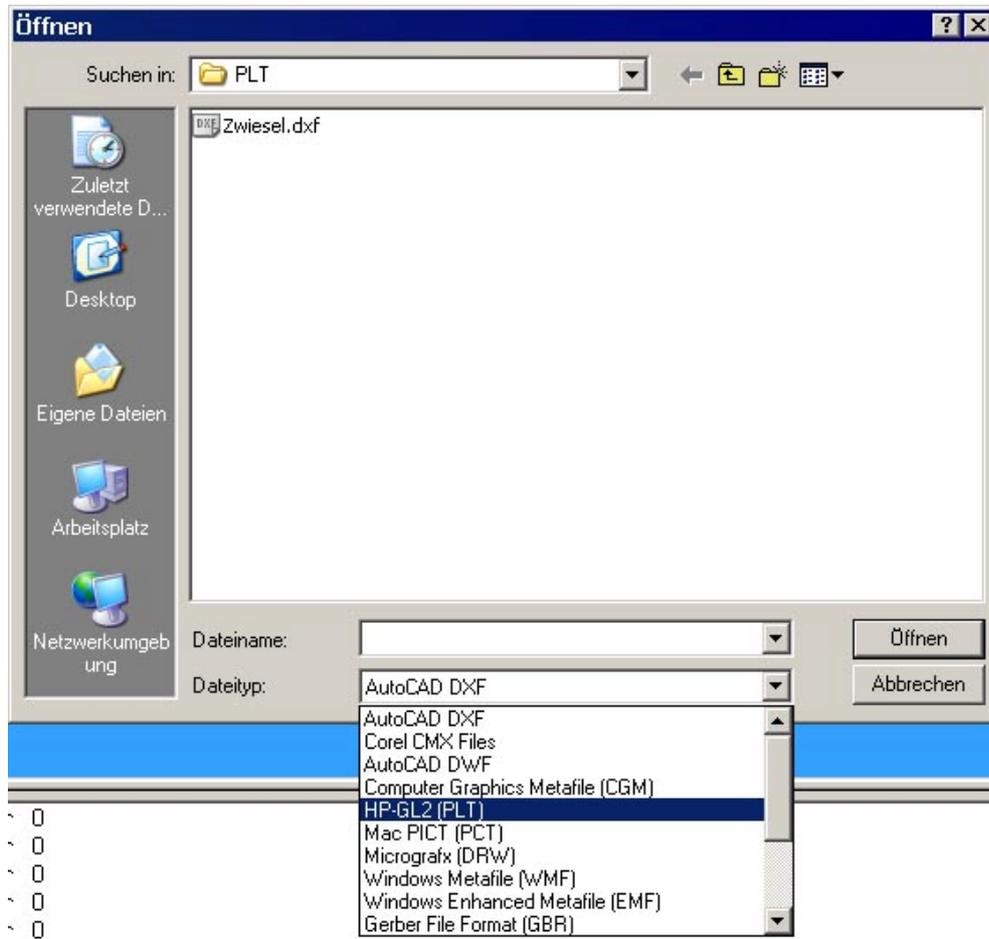

Abb. 1.69: Wahl des Dateityps für HPGL2 (PLT)
Wir können eine HPGL-Datei selbstverständlich ebenfalls über das uns schon bekannte Icon **Öffne DXF** aus der oberen **Iconleiste (5)** laden. Wir müssen dann nur in dem Fenster mit den Verzeichnissen als Dateityp HPGL2 (PLT) eingeben (Abb.: 1.69).